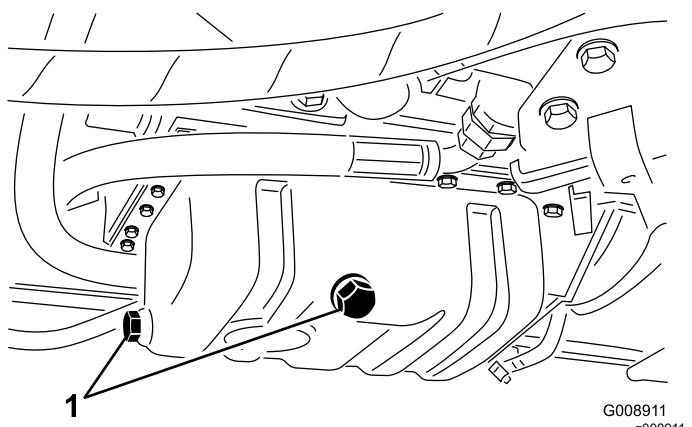

Figure 61
1. Enlevez un bouchon de vidange (Figure 61) et laissez couler l'huile dans un bac de vidange. Remettez le bouchon en place lorsque la vidange est terminée.